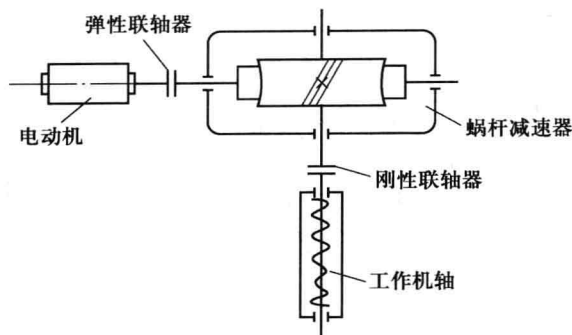

图 15.5
③ 各传动件的设计计算(略)
(2) 螺旋运输机的传动系统设计
① 传动系统方案:电动机→蜗杆减速器→工作机轴。其传动简图如图 15.5 所示。